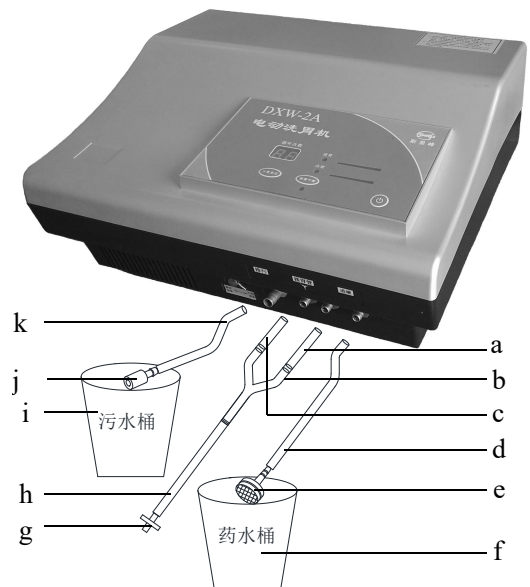

图 4 管路连接图
### 7.1 管路连接（见图 4）：
- 按图 4 所示连接各导管, 并检查是否连接正确;
- 将消毒液倒入药水桶，仍旧按图 4 连接管路，将进液导管连同进液过滤器、进出胃导管连同专用胃管接头一起放入药水桶；